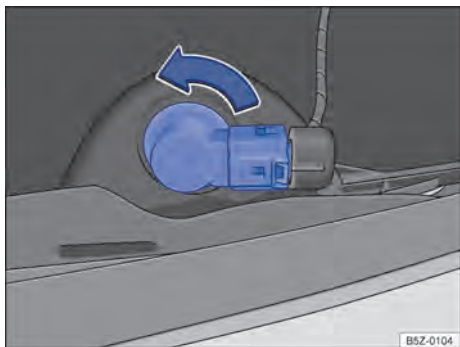

Fig. 180 Atrás do para-choque traseiro: acesso à lâmpada incandescente da lanterna de neblina (somente lado esquerdo).
3. Girar o soquete da lâmpada $\Rightarrow$ Fig. 180, no sentido anti-horário da seta, e desencaixá-lo do alojamento.